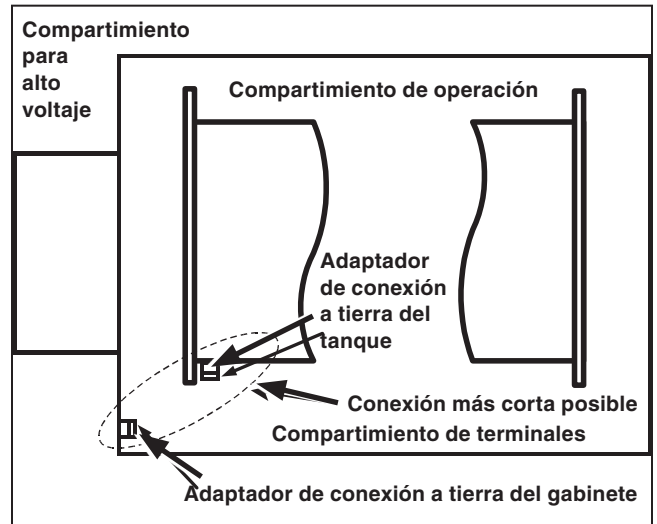

Figura 13. Adaptador de conexión a tierra del gabinete para pedestal.
PASO 2. Conecte el adaptador de conexión a tierra del tanque y el adaptador que está en el interior del gabinete a la instalación del sistema de tierras de acuerdo con las costumbres normales de conexión a tierra del usuario. Conecte el adaptador de conexión de tierra del tanque al del gabinete con la conexión más corta posible. Vea las Figuras 11 y 12, y la Figura 13 en la página 15.